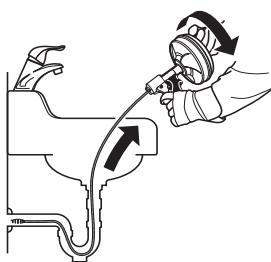

Figure 7
4. Une fois l'écoulement rétabli, et si possible avant de retirer le câble (Figure 7), faire courir l'eau afin de chasser les débris et nettoyer le câble (Figure 8).